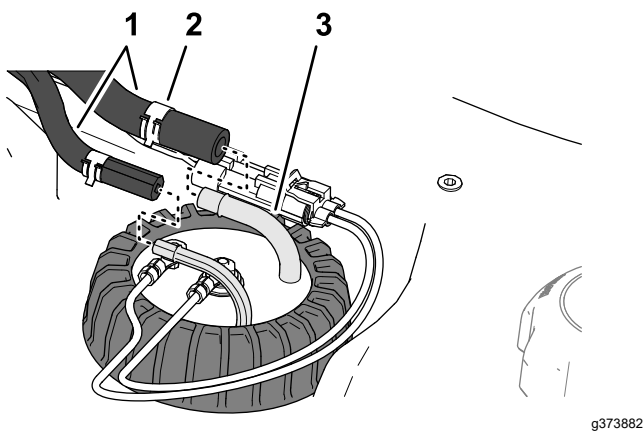

Рисунок 94
5. Установите шланг на штуцеры датчика уровня топлива и прикрепите шланги к штуцерам с помощью зажимов (Рисунок 94).